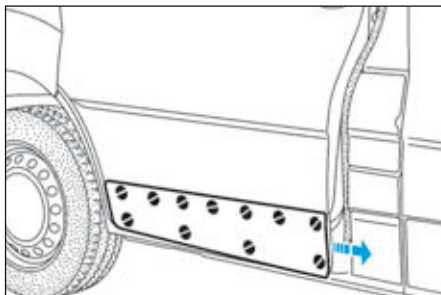

FIG.135
- Glisser le bandeau de porte avant vers l'arrière du véhicule (Fig.135).